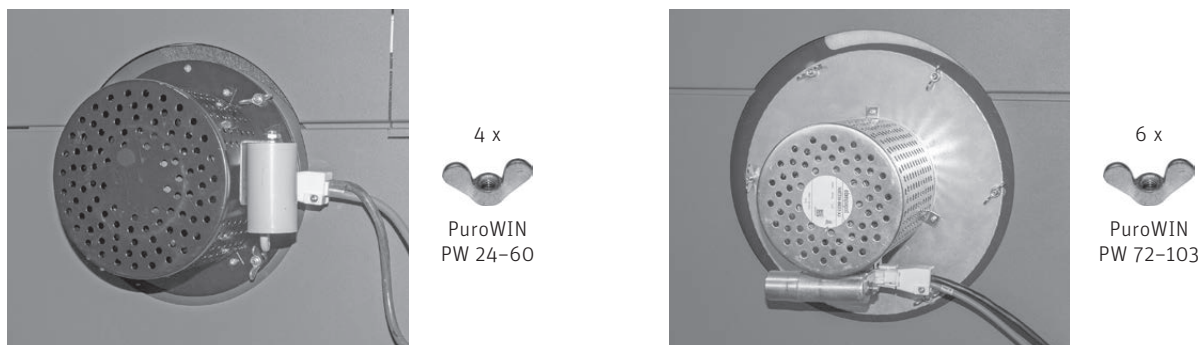

Fig. 97 Saugzuggebläse montieren und Stecker anstecken
- ▶ Saugzuggebläse mit den 4 bzw. 6 Flügelmuttern montieren und Gebläsestecker anstecken – Fig. 97.